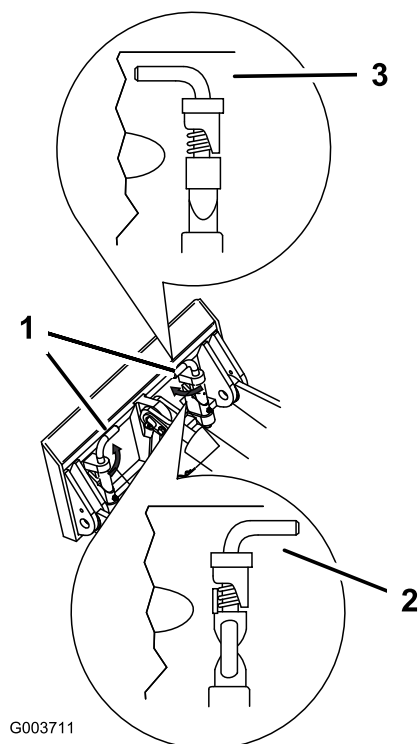

Bild 14
7. Lassen die Schnellbefestigungsstifte eingreifen und stellen Sie sicher, dass sie vollständig in der Befestigungsplatte sitzen (Bild 14).